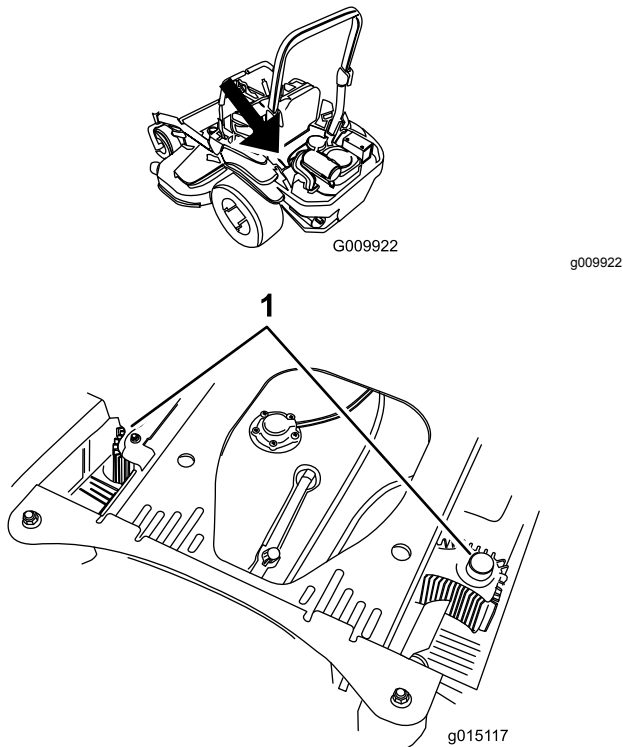

Figure 72
4. Débarrassez les carénages de l'unité hydraulique de l'herbe et des débris accumulés (Figure 72).